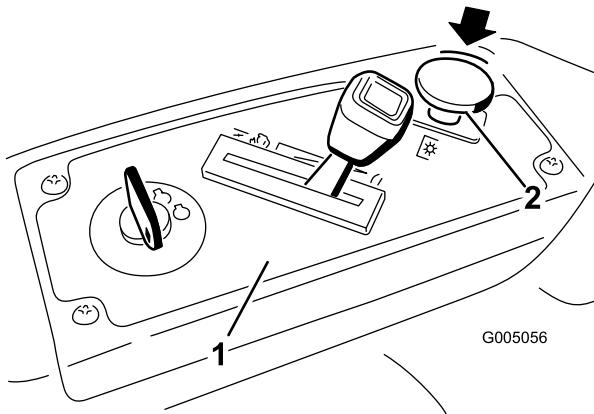

Figure 10
- Désengagez les lames en plaçant la commande des lames en position Désengagée (Figure 10).